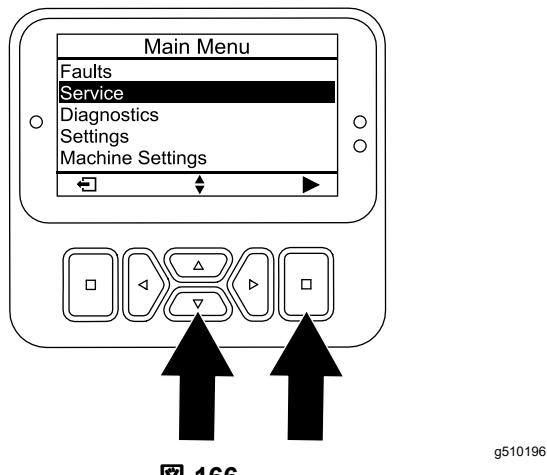

図 166
- サービスオプションが選択されるまで下ボタンを押し、次に選択ボタンを押す (図 166)。